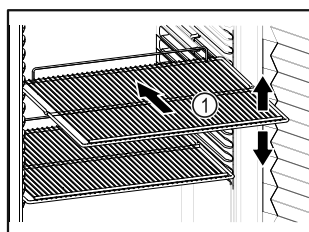

Fig. 18 Immagine a titolo di esempio
- ❑ Se i ripiani Fig. 18 (1) sono spostati, adattare i ripiani in base all'altezza.